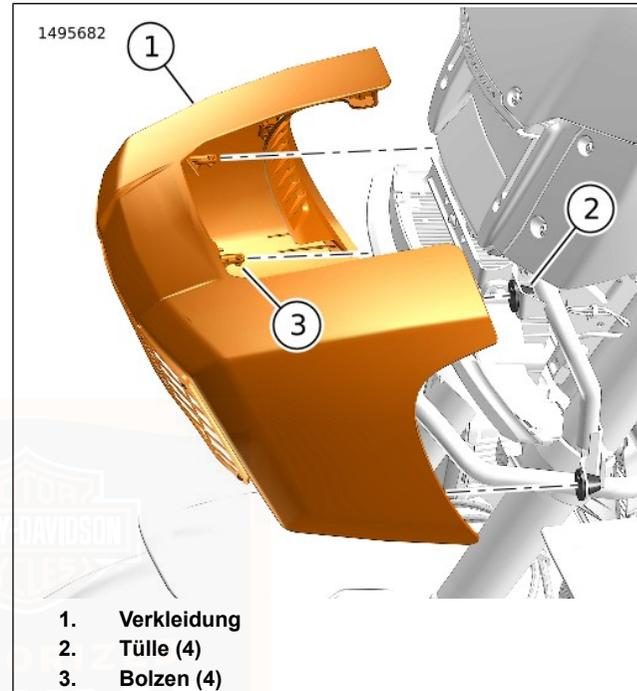

Abbildung 78. Verkleidung
1. Siehe Abbildung 78. Die Verkleidung abbauen.
- a. Die Verkleidung (1) von den Tüllen (2) wegziehen.
1. Abbildung 78 Die Verkleidung anbringen.
- a. Die Verkleidungsbolzen (3) auf die Tüllen (2) ausrichten.
- b. Die Verkleidung (1) in die Tüllen schieben.